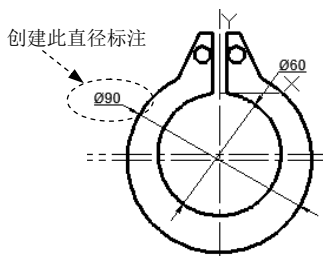

图 17.2.14 标注第二个圆
(2) 按 Enter 键以重复直径标注命令, 选择第二个圆进行标注, 如图 17.2.14 所示。